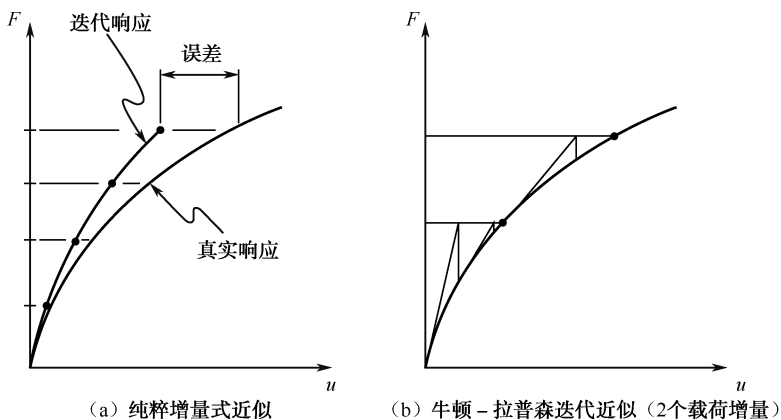

图 6-3 采用纯粹增量近似和牛顿-拉普森迭代近似与真实响应的对比
在一个载荷步内以几个子步的形式施加载荷,在每个增量的求解完成后,继续进行下一个载荷增量计算之前,需要调整刚度矩阵以反映结构刚度的非线性变化。然而,纯粹的增量近似不可避免地会出现误差积累,导致结果最终失去平衡,如图 6-3 (a) 所示。
ANSYS 程序通过使用牛顿-拉普森迭代近似法(NR 法)克服了上述困难,它迫使解在每个载荷增量的末端达到平衡收敛(在某个允许范围内)。如图 6-3 (b) 所示描述了在单自由度非线性分析中牛顿-拉普森迭代法的使用:①每次求解前,首先估算出残差矢量,该矢量是回复力(对应于单元应力的载荷)和所加外载荷的差值,然后使用非平衡载荷进行线性求解,并且检查收敛性;②如果不满足收敛准则,则重新估算非平衡载荷,修改刚度矩阵,获得新解;③持续这种迭代直到问题收敛。